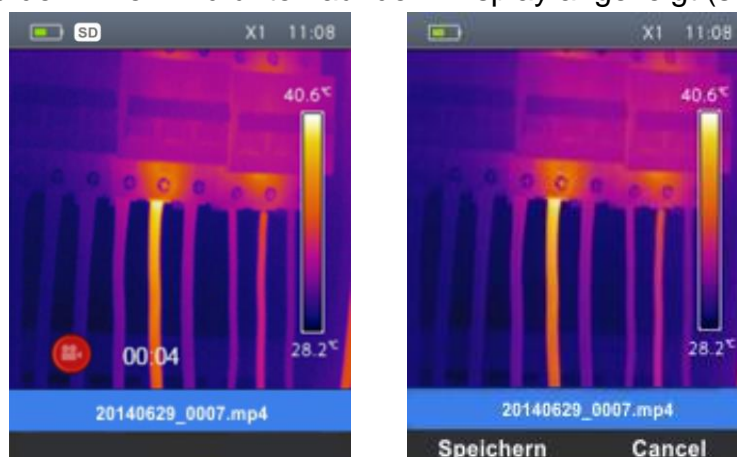

Abb. 30: Videoaufzeichnung
4. Drücken und halten Sie die **T** (Trigger) Taste einige Sekunden lang, um die Videoaufzeichnung zu aktivieren. Die Meldung "JJJJMMTT _xxxx.mp4" erscheint in der Statusleiste und der Timer wird unten auf dem Display angezeigt (siehe Abb. 30)